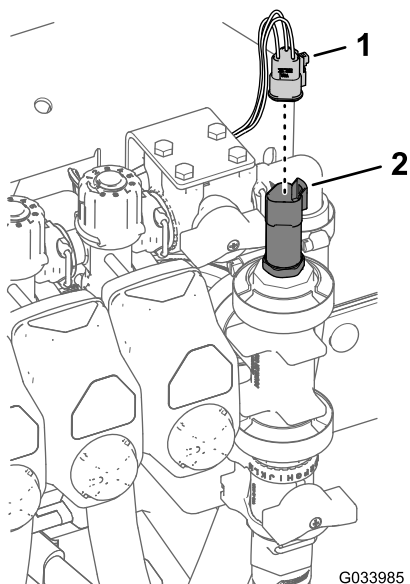

図 19
3. 制御バルブブラケットをマニホルドマウントに組み付ける 図 19 フランジヘッドボルト 6 x 16mm 4 本とフランジロックナット 6mm 4 個を使用し、ボルトを 10 12N・m 1.0 1.2kg・m = 86 106in-lb にトルク締めする。
5. 水圧トランスデューサ用の 3 ソケットコネクタを接続する 図 19。